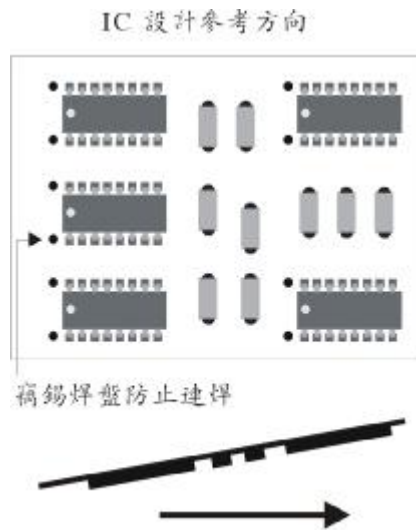

图 2 波峰焊接应用中的元件方向
5.7 波峰焊接组件的方向所有的有极性的表面贴装组件在可能的时候都要以相同的方向放置。在任何第二面要用波峰焊接的印制板装配上, 在该面的组件首选的方向如图 2 所示。使用这个首选方向是要使装配在退出焊锡波峰焊得到的焊点质量最佳。在排列组件方向时应尽量做到: